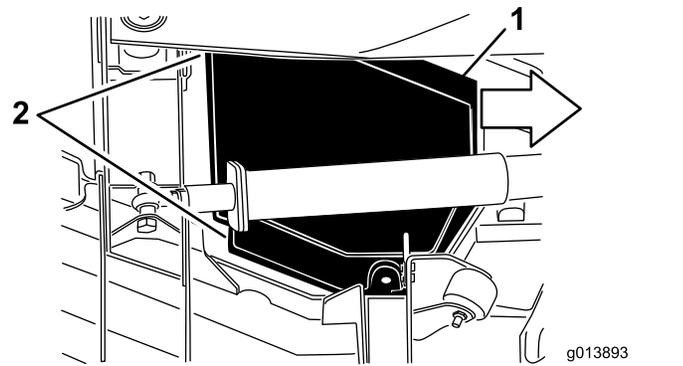

図 84
5. カバーを持ち上げながら、トラクションユニット側に約 2.5cm ほど引き出すと、外側カバーのエッジがデッキから外れる 図 84。